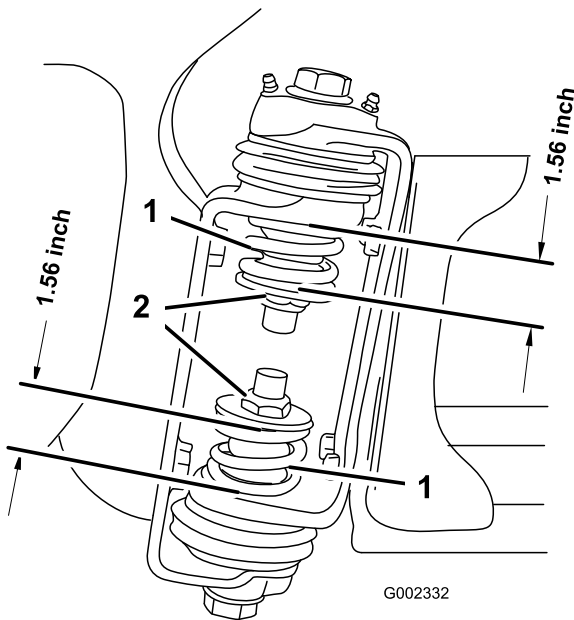

Figure 3
3. À la charnière de rampe, mesurez la compression des ressorts supérieur et inférieur quand les rampes sont déployées (Figure 3).